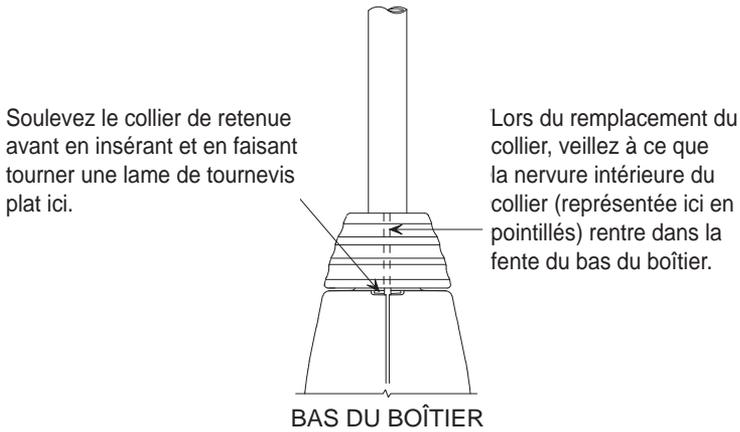

Figure 6. Installation du collier de retenue avant
3. À l'aide du tournevis plat moyen, soulevez tout d'abord le collier de retenue avant comme décrit à la figure 6. Ensuite, retirez les deux vis du boîtier et séparez les deux demi-boîtiers.